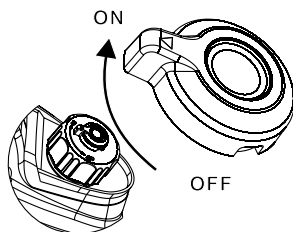

Figure 6: évent du réservoir de carburant - iGen2300 uniquement
2. Placez l'évent du réservoir de carburant sur ON (iGen2300 uniquement) (voir Figure 6).